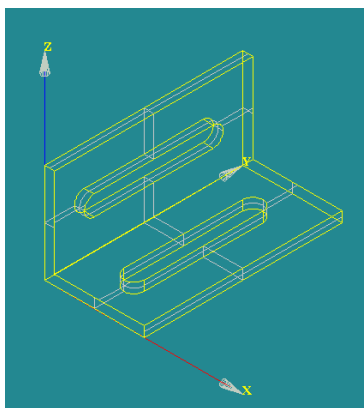

図 11：解析モデル（sample.step）
- ③ モデルを読み込むため、メニューバーから「File」→「Import...」を選択すると、ファイル選択画面が表示される。
- ④ 「File type」を「STEP Files (*.step *.stp)」に変更し、「/home/ユーザー名/」に置いた「sample.step」を選択し、「Open」をクリックする。
- ⑤ 画面に今回解析するモデル（図 11）が表示される。